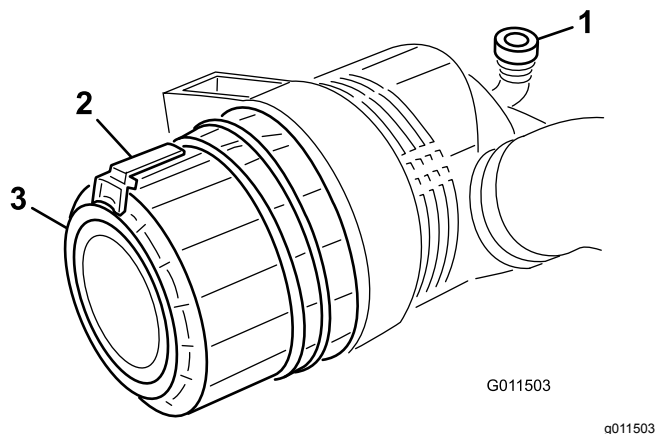

Figura 45
1. Puxe o trinco para fora e rode a cobertura do filtro de ar no sentido contrário ao dos ponteiros do relógio (Figura 45).
3. Retire a cobertura do corpo do filtro de ar (Figura 45).
11. Instale a tampa ao posicionar a válvula de saída de borracha (Figura 45) numa posição descendente – entre cerca de 5:00 a 7:00 quando vista da extremidade.